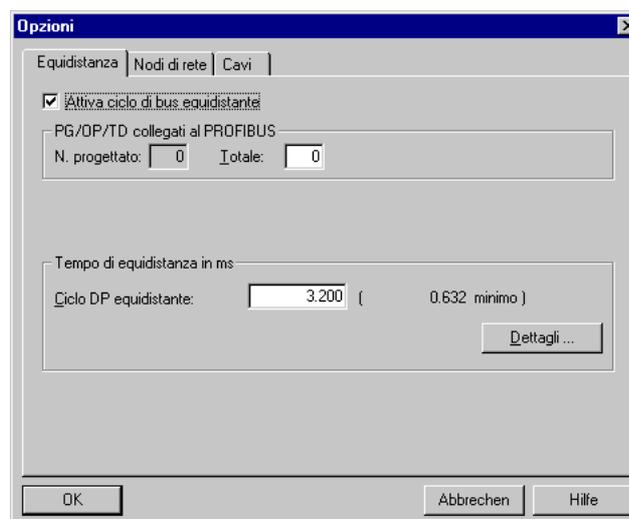

Fig. 9-54 Attivazione dell'equidistanza sulla CPU
- ◆ Nella finestra equidistanza attivare "Profibus equidistante" (cfr.: Fig. 9-54).